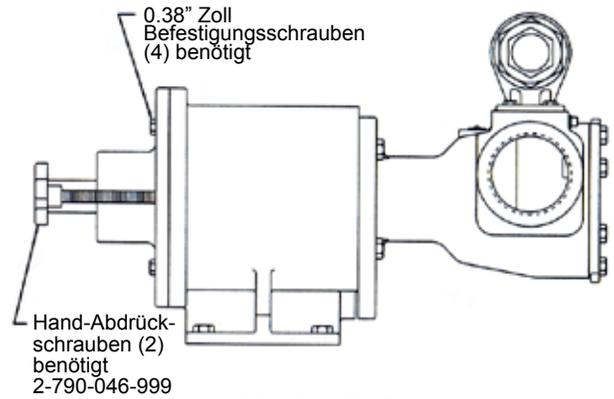

ABBILDUNG 19
1. Wenn das Pumpenaggregat mit einer Distanzkupplung ausgestattet ist, kann der Lagerbock der Kupplung mit dem Sockel verschraubt bleiben. Ohne Distanzkupplung muß entweder der Antrieb entfernt oder die Kupplung losgeschraubt werden. Lösen Sie die Leitungen von der Pumpe und sorgen Sie für mindestens 4 Zoll Freiraum am Ende der Antriebswelle. Setzen Sie (2) 7/2 Zoll Hand-Abdrückschrauben mindestens 4,5 Zoll tief in die zwei Gewindebohrungen in den Positionen 9 und 3 Uhr auf der Rückseite des Lagergehäuses ein. Entfernen Sie die (4) 0,38 Zoll Befestigungsschrauben **Siehe Abbildung 19.**
2. Drehen Sie die Hand-Abdrückschrauben gleichmäßig, um das Lagergehäuse und die äußere Einheit herauszuziehen. **Siehe Abbildung 19.**